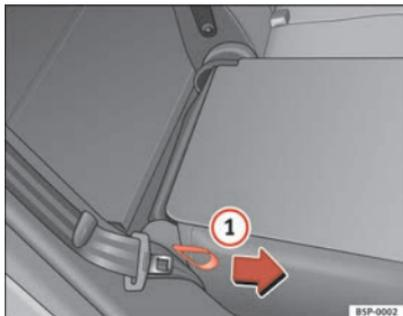

Fig. 98 Rebater ou levantar o encosto dos bancos traseiros
- Puxe a pega que se encontra na parte lateral do banco ⇒ fig. 98 **1**.